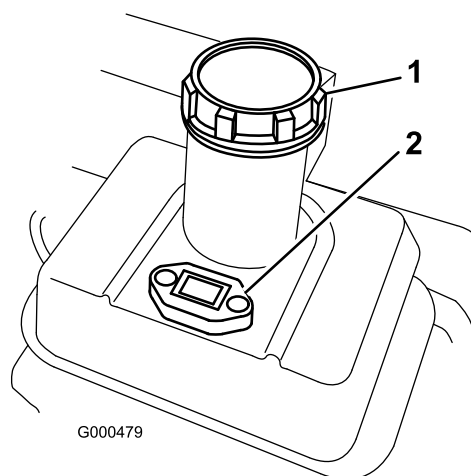

Figura 17
1. Limpe a zona em redor do tubo de enchimento e retire a tampa do depósito (Figura 17). Ao usar gasolina sem chumbo, encha o depósito de combustível apenas até ao fundo do painel do filtro. Não encha demasiado.